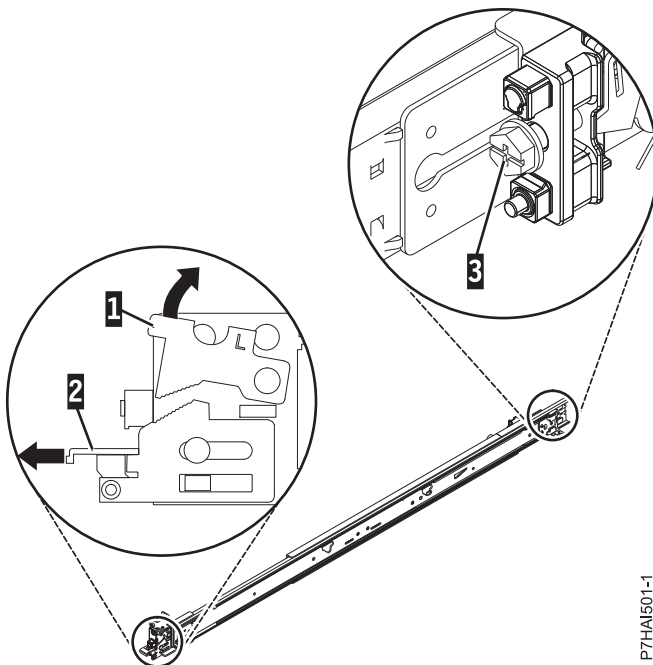

Figura 19. Apertura del pestillo frontal y extracción del tornillo posterior
2. Empuje hacia arriba la pestaña de bloqueo (1) en la parte frontal, y tire del pestillo frontal (2) de la parte frontal del riel. A continuación, extraiga el tornillo de la parte posterior del riel (3). Para obtener detalles, consulte Figura 19.